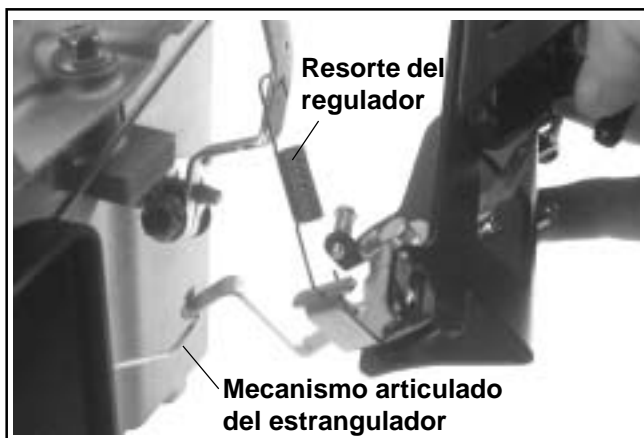

Figura 10-65. Conexión del mecanismo articulado del estrangulador y del resorte del regulador.
1. Enganche el resorte del regulador a la palanca del regulador y la palanca del acelerador del soporte del control de velocidad en sus orificios originales. Si no se han marcado los orificios durante el desmontaje, consulte el esquema de la Sección 5, Figura 5-23. Conecte el mecanismo articulado del estrangulador desde el carburador a la palanca de actuación del soporte del control de velocidad. Ver Figura 10-65.